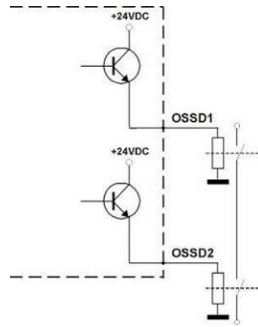

Figure 25
- Les contacts de sécurité OSSD1 et OSSD2 ne peuvent pas être connectés en série ou en parallèle, mais plutôt ils doivent être utilisés séparément (Fig. 25), en conformité avec les conditions de sécurité requises de l'établissement.